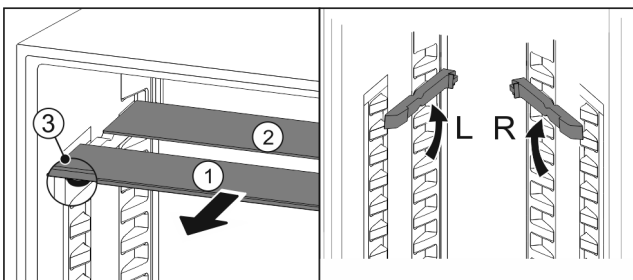

Fig. 131
- ▶ Vytiahnite sklené dosky jednotlivo dopredu Fig. 131 (1).
- ▷ Sklená doska Fig. 131 (1) s ozdobnou lištou leží vpredu.
- ▷ Zarážky Fig. 131 (3) ukazujú nadol.